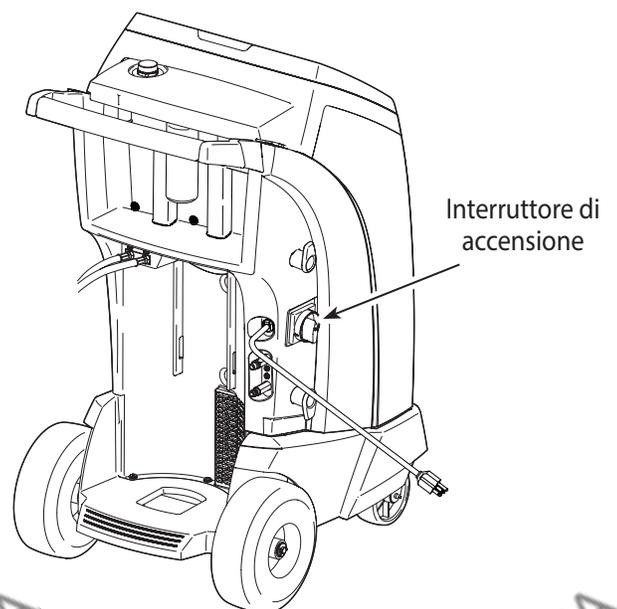

Figura 1
4. Girare la leva di accensione dell'interruttore di alimentazione in senso orario per accendere la stazione. Vedere la Figura 1.